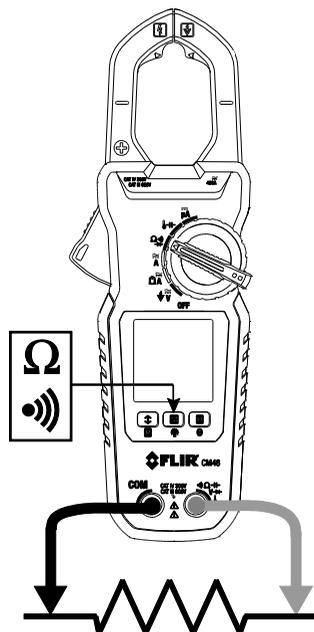

Figure 5-6 Mesures de résistance/continuité
4. Mettez les embouts de la sonde en contact avec le circuit ou le composant testé, ainsi qu'illustré dans la Fig. 5-6.
2. Insérez le fil noir de la sonde dans la borne négative COM et le fil rouge de la sonde dans la borne positive  $\Omega$ . Veuillez vous référer à la Fig. 5-6 pour trouver un exemple de branchement.